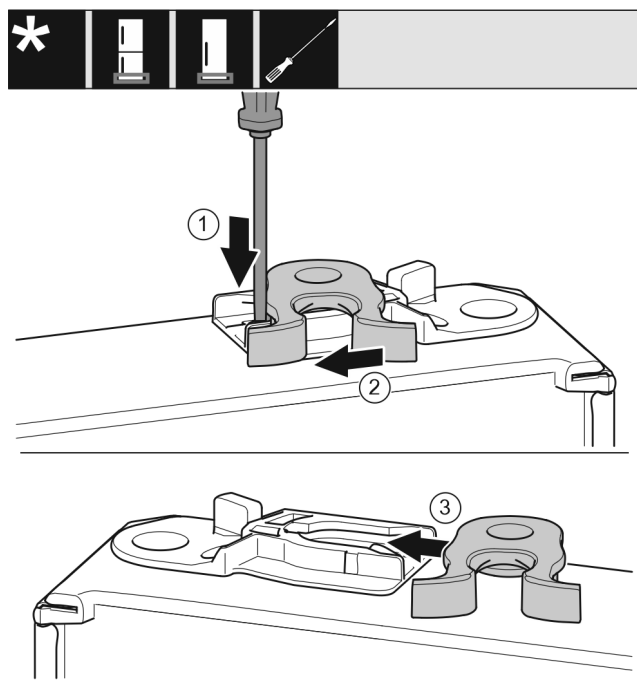

Fig. 51 \*
- ▶ 用带槽螺丝刀向下按住接片 Fig. 51 (1)。\*
- ▶ 将锁钩 Fig. 51 (2)从导向装置拉出。\*
- ▶ 将另一侧的锁钩 Fig. 51 (3)推入导向装置。\*